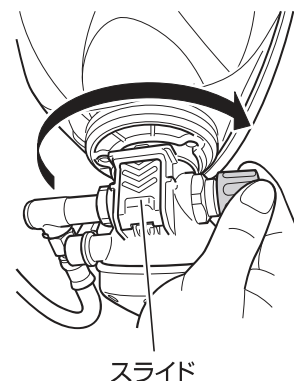

図 17 90° 回転した状態
3. プレッシュデマンド弁を面体接続部にまっすぐに押し当てた状態で、図 17 のように約 90° 回転させる。